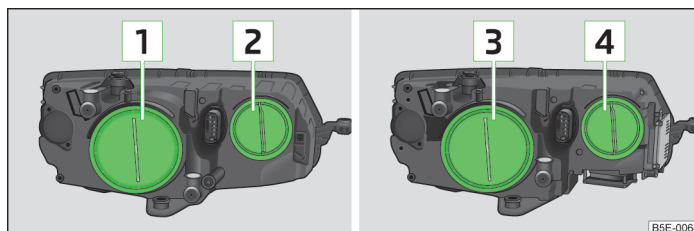

Fig. 174 Asignación de bombillas: Faros halógenos/Faros con luz de xenón
- Retirar la tapa de goma **1** » fig. 174 de la página 210.
- Retirar la tapa de goma **2** » fig. 174 de la página 210.
- Retirar la tapa de goma **4** » fig. 174 de la página 210.